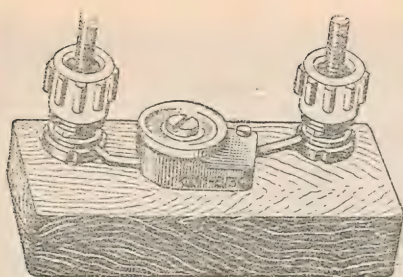

Рис. 6.
6. Конденсатор емкостью 6—25 пф (подстроечный) (рис. 6). Условное обозначение — C_3 .